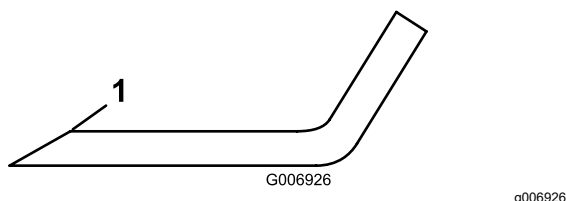

Bild 72
4. Untersuchen Sie die Schnittkanten aller Messer. Wenn sie stumpf sind oder Kerben aufweisen, schärfen Sie nur die Oberseite der Schnittkanten und behalten dabei den ursprünglichen Schnittwinkel bei, um die Schärfe zu gewährleisten (Bild 72).